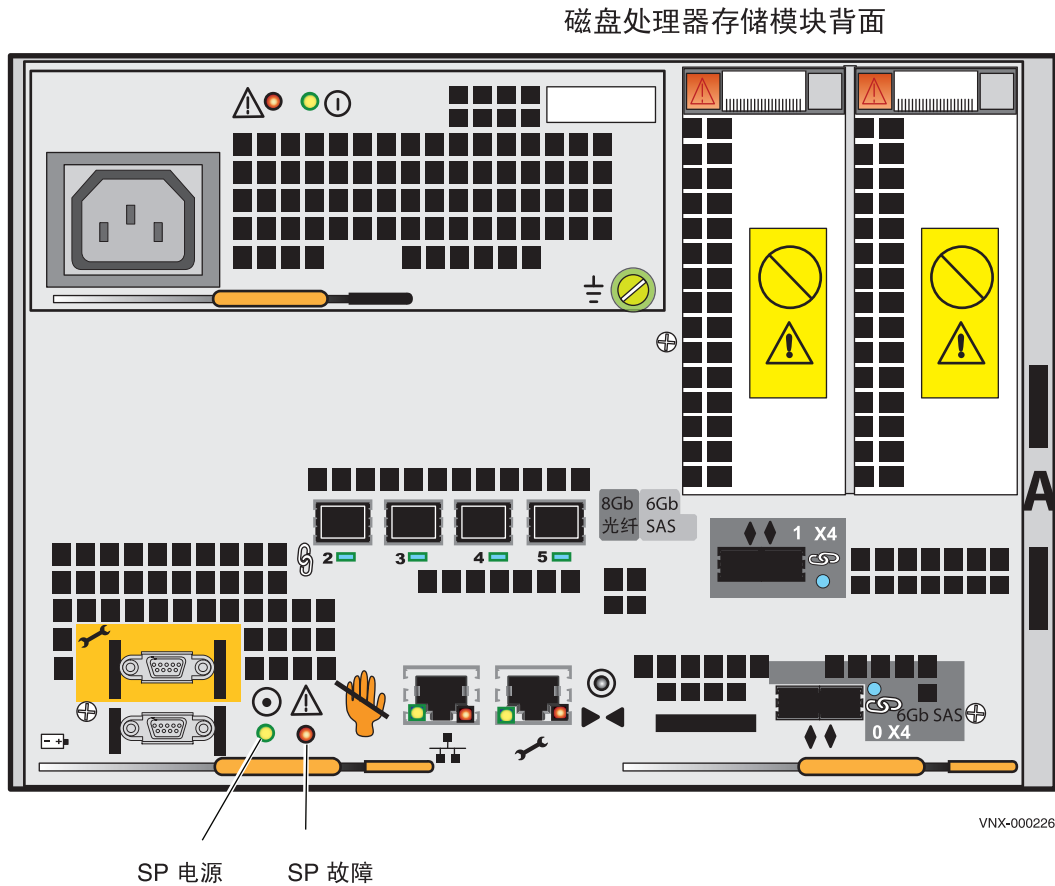

图 13 SP LED
2. 验证位于 DPE 后端的 SP A 和 SP B 的 SP 电源 LED 指示灯是否为持续绿色以及 SP 故障 LED 指示灯是否熄灭，如图 13 所示。